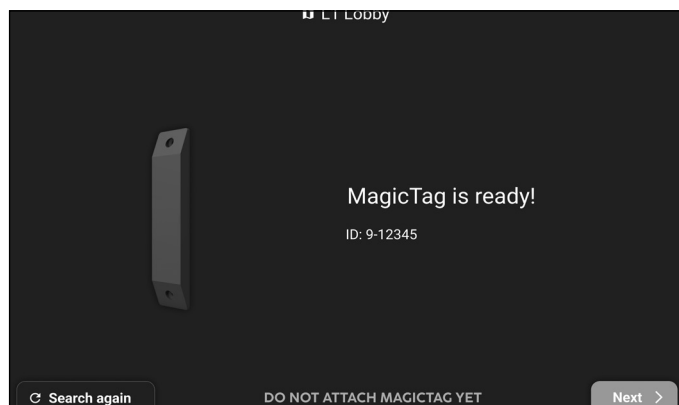

Figure 27
5. Une fois le MagicTag détecté (**Fig. 27**), vérifiez que l'ID (9-XXXXX) sur l'écran tactile correspond à celui du MagicTag.